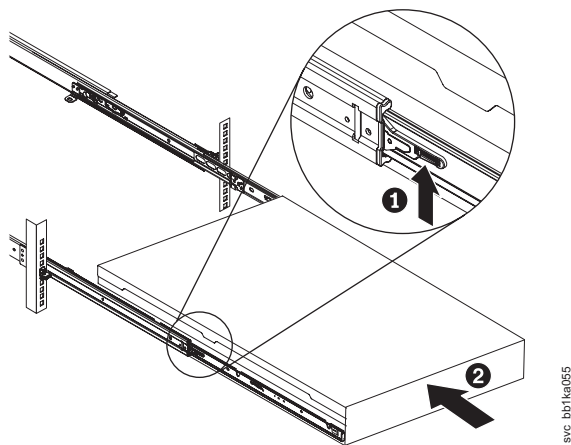

図 290. ラックのスライド・レールの SAN ボリューム・コントローラー 2145-CF8 または 2145-CG8 ロック・レバーを上げる
18. スライド・レール上のロック・レバー (図 290 の **1**) を上げて、サーバー **2** を、所定の位置にカチッと音を立てて収まるまで、ラック内に完全に押し込みます。